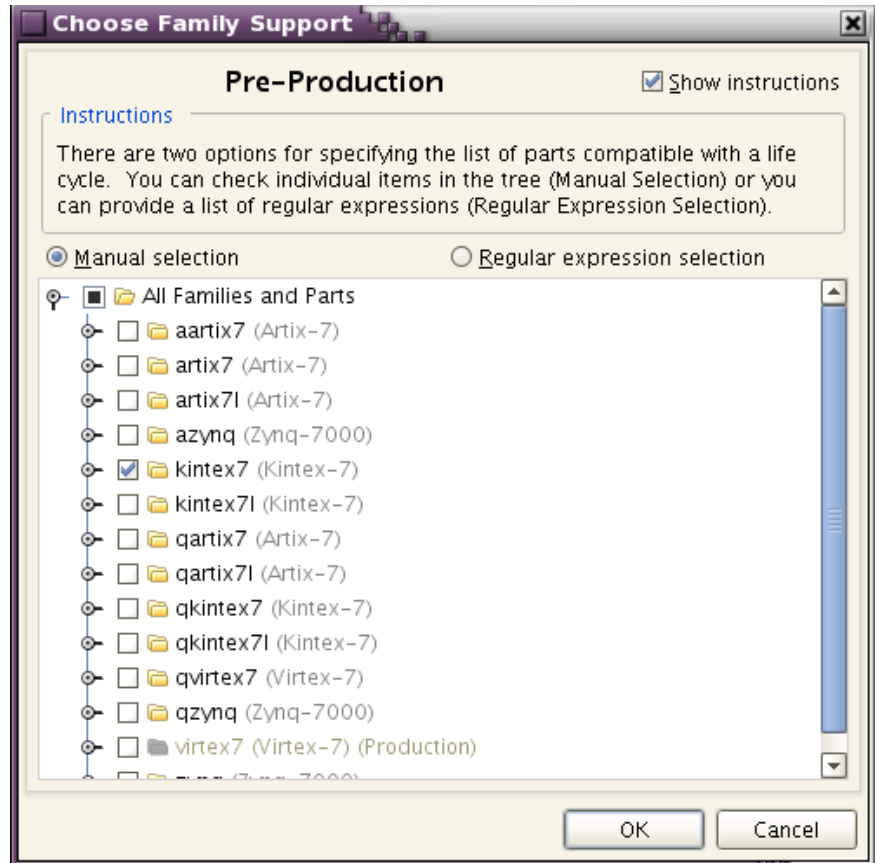

図 13 : [Choose Family Support]
9. [Choose Family Support] で [kintex7] をオンにし、[OK] をクリックします (図 13)。